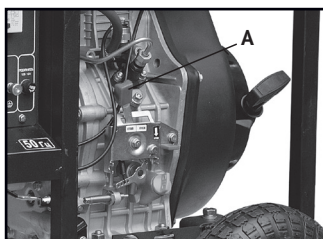

Рис. 11
- Установить аварийный выключатель двигателя (рис.11, **A**) в положение ПУСК (кроме моделей серии SEi/SEi-T).